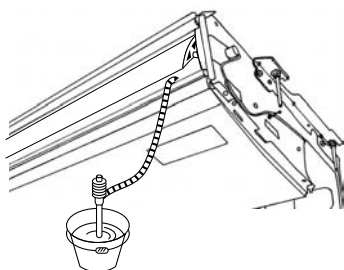

Fig. 5-3
2. Fissare il coperchio della staffa ⑥ fornito con l'unità alla staffa di attacco ⑤.
3. Fissare il tubo di drenaggio eseguito localmente (VP-20) alla staffa di attacco ⑤ con adesivo al cloruro di vinile.
4. Avvolgere il coperchio della tubazione di drenaggio ⑦ fornito con l'unità. (Fasciatura delle giunzioni)
- Ⓒ Coperchio della staffa ⑥
- Ⓓ Staffa di attacco ⑤
- Ⓔ Coperchio della tubazione di drenaggio ⑦
5. Controllare il corretto funzionamento del drenaggio. (Fig. 5-3)